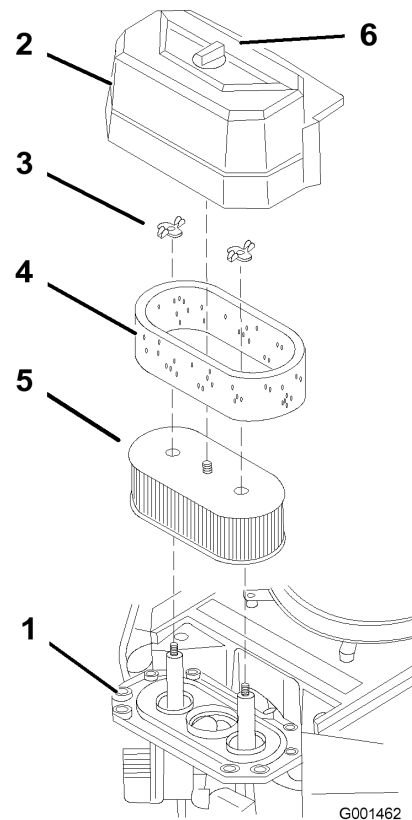

Figura 20
3. Limpie alrededor del limpiador de aire de forma que la suciedad no penetre en el motor y cause daños (Figura 20).
4. Desenrosque el pomo de la cubierta y retire la cubierta del limpiador de aire (Figura 20).
5. Desenrosque las 2 tuercas de orejeta y retire el conjunto del limpiador de aire (Figura 20).
6. Retire cuidadosamente el filtro de gomaespuma del filtro de papel (Figura 20).
1. No limpie el filtro de papel. Cámbielo cada 200 horas de funcionamiento (Figura 20).
1. Deslice cuidadosamente el filtro de gomaespuma sobre el filtro de papel (Figura 20).
2. Coloque el conjunto del limpiador de aire sobre la base del limpiador de aire y fíjelo con 2 tuercas de orejeta (Figura 20).
3. Coloque en su posición la cubierta del limpiador de aire y apriete el pomo de la cubierta (Figura 20).